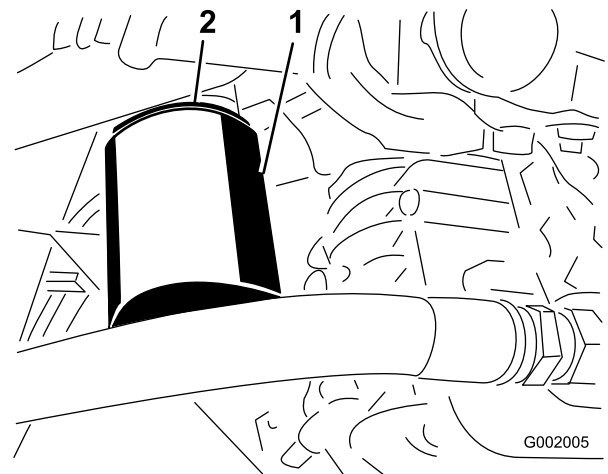

Figura 71
4. Retire o filtro (Figura 71).